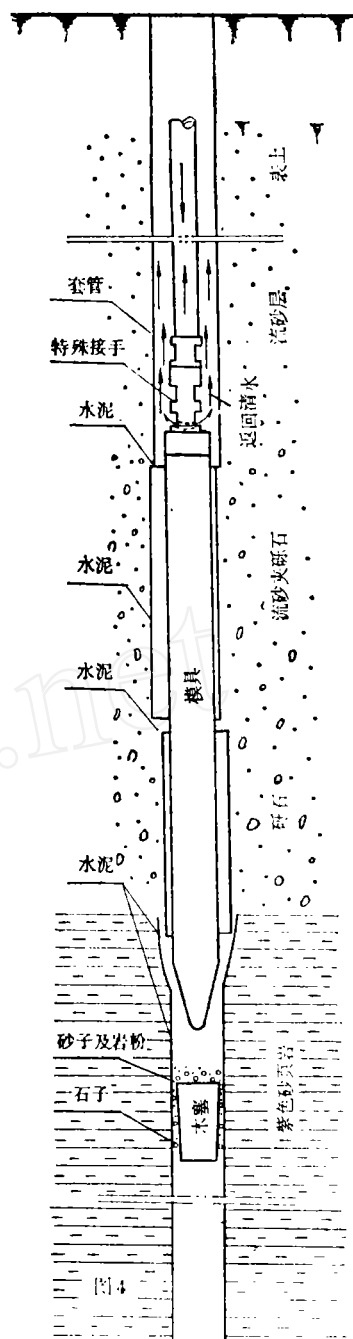

图4
5.下入准备好的岩心管。管外均涂黄干油。下至脱节、错开处,用管钳扭入,到达预计深度为止(图4)。